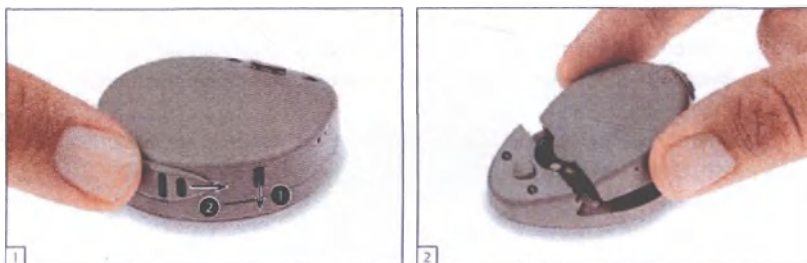

Рис. 12 Снятие блока элементов питания аудиопроцессора RONDO
1. Снимите блок элементов питания RONDO (в котором находятся 3 батареи для слуховых аппаратов) с блока процессора RONDO: опустите фиксирующий рычажок и передвиньте ползунковый переключатель вправо к символу разблокировки (⏏) до щелчка (см. рис. 12). После этого слегка сдвиньте блок элементов питания назад и снимите его.